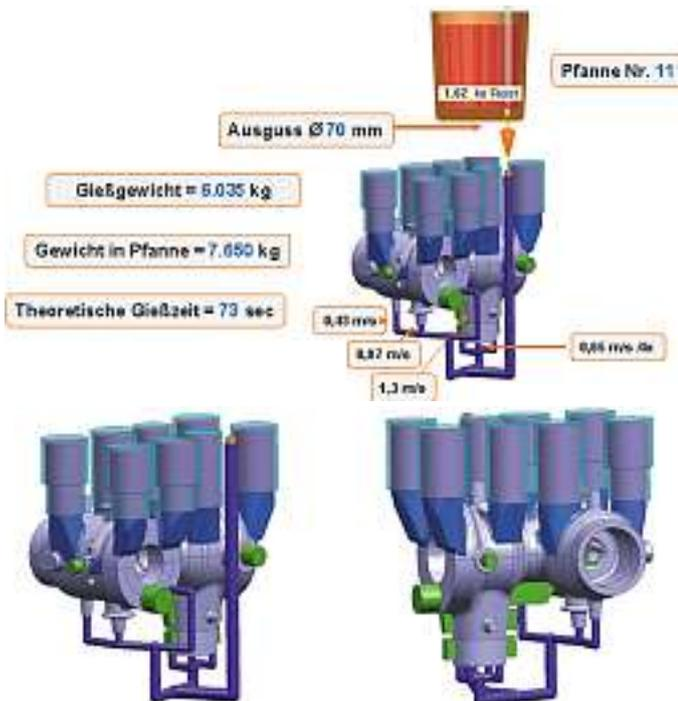

Abb. 5: Gießtechnische Auslegung eines Pilotventils aus Alloy 625
**Abb. 5** zeigt das Ergebnis der gießtechnischen Auslegung für ein Ventil aus Alloy 625 mit 3.245 kg Rohgussmasse und informiert über Eingussgeschwindigkeiten in den einzelnen Eingussquerschnitten, die errechnete Gießzeit und die Massenausbringung. Zur Dichtspeisung sind acht Speiser erforderlich, die Massenausbringung beträgt 53,8 %. Eine schnelle Formfüllung ist anzustreben.